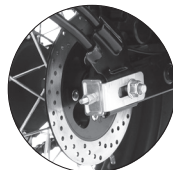

Imagen 23. Desgaste del freno trasero.
2. Revisar el nivel de desgaste de las balatas del freno trasero. Ver imagen 23.